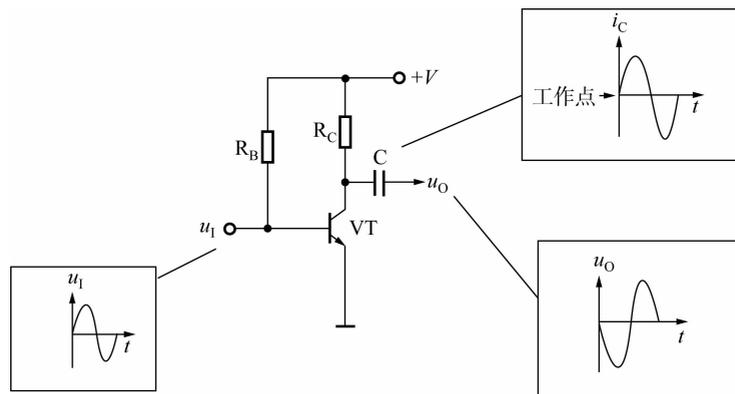

图 1-1-5 晶体管放大电路
(2)放大器的“负载电阻”也是利用电阻器降压作用的例子。在图 1-1-5 所示的晶体管放大电路中,集电极电阻  $R_C$  即负载电阻。输入信号  $u_1$  使晶体管集电极电流  $i_c$  相应变化,由于  $R_C$  的降压作用,从 VT 集电极即可得到放大后的输出电压  $u_o$ (与  $u_1$  反向)。